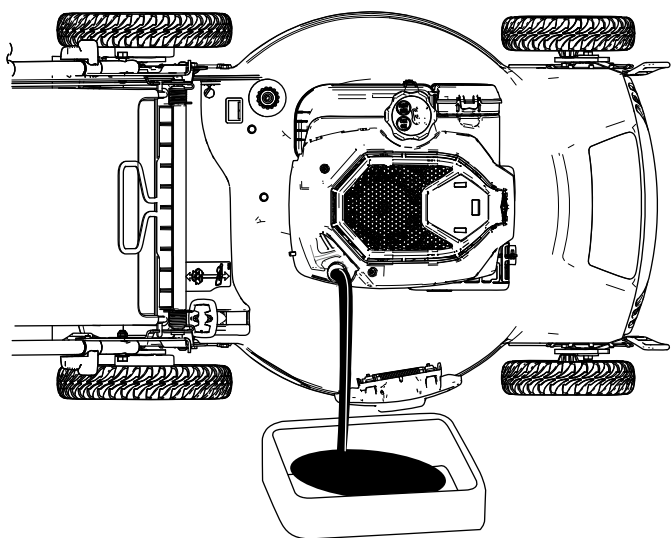

Figuur 26
3. Verwijder de peilstok door de dop linksom te draaien en eruit te trekken (Figuur 26).
10. Lees het oliepeil af van de peilstok (Figuur 26).